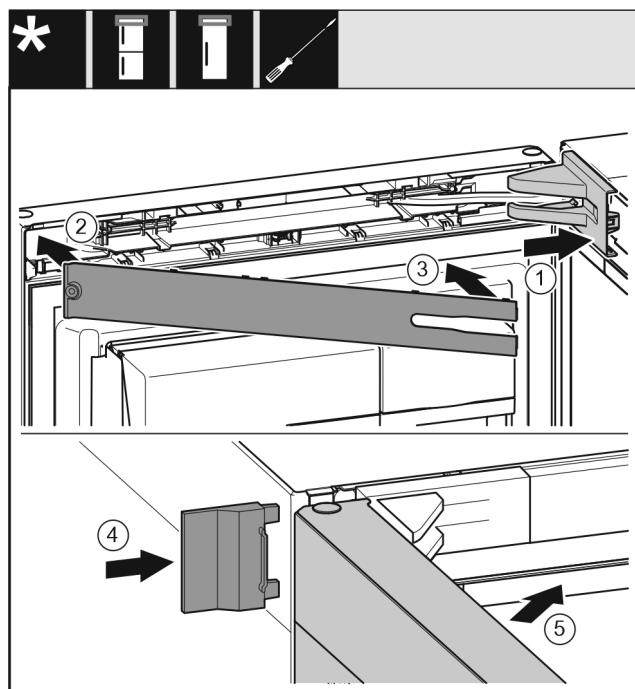

Fig. 31
- ▶ 放上并插入托架盖 Fig. 31 (1)，如有必要小心地按压分开。
- ▶ 盖上隔板 Fig. 31 (2)。
- ▶ 隔板 Fig. 31 (3)。
- ▶ 插入外盖 Fig. 31 (4)。
- ▶ 关闭冰箱上方门 Fig. 31 (5)。